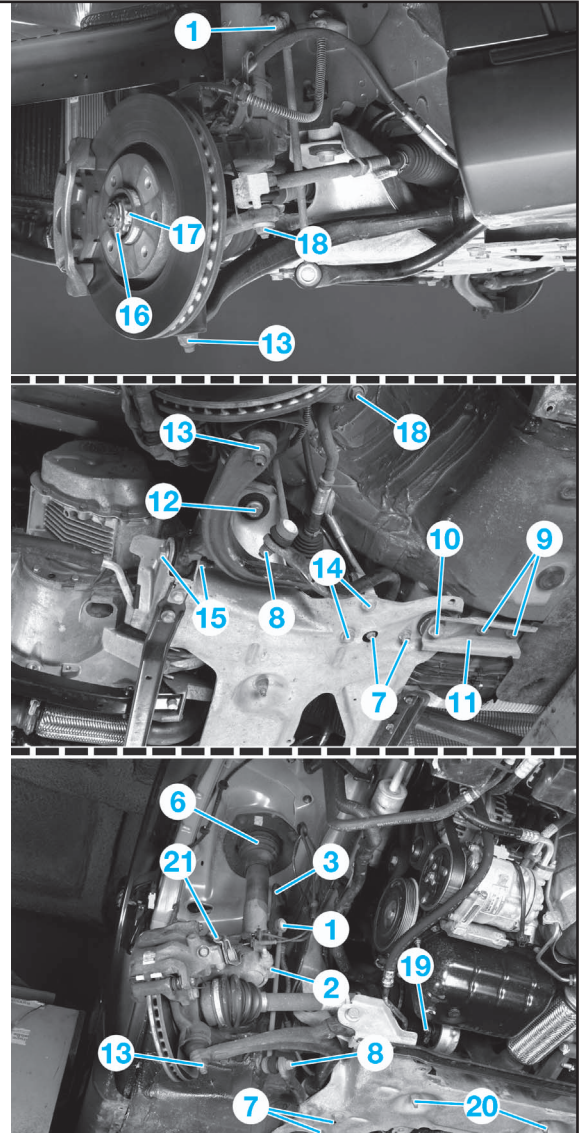

Fig.1
Désaccoupler la rotule supérieure de barre stabilisatrice (1) (Fig.1).
Dégager le soufflet de protection (6) (Fig.1) de la partie supérieure du vérin.
Mettre en place le soufflet de protection (6) (Fig.1).
Serrer au couple la vis de bridage (2) (Fig.1) du vérin sur le pivot.
Déposer les fixations des paliers de barre stabilisatrice (7) (Fig.1).
-les vis (9) de fixation des chapes de berceau (Fig.1).
-les vis (10) de fixation du berceau.
-les chapes (11).
-les vis (12) de fixation avant du berceau.
- l'écrou (13) (Fig.1) de rotule inférieure de pivot puis la désaccoupler.
- les vis de fixation (14) du palier arrière.
- la vis de fixation (15) du palier avant.
Déposer la goupille (16) et l'anneau d'arrêt (17) (Fig.1).